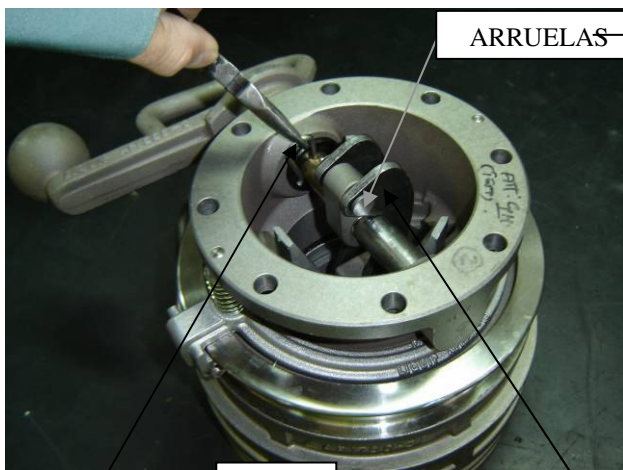

FIG 3
- 2- Remova o clipe R (0945) do eixo de operação com um alicate de ponta (FIG 3). Abra o acoplador API girando a alavanca de operação e puxe o conjunto de alavanca e eixo para fora do corpo. O tubo espaçador, o came, arruelas, o êmbolo e o inserto do êmbolo soltarão do eixo (FIG 4).